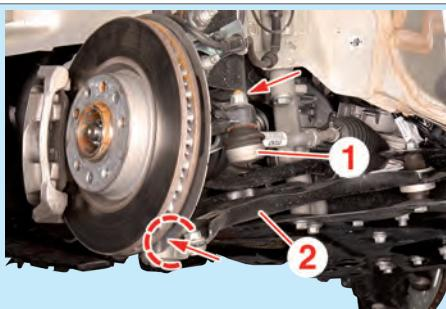
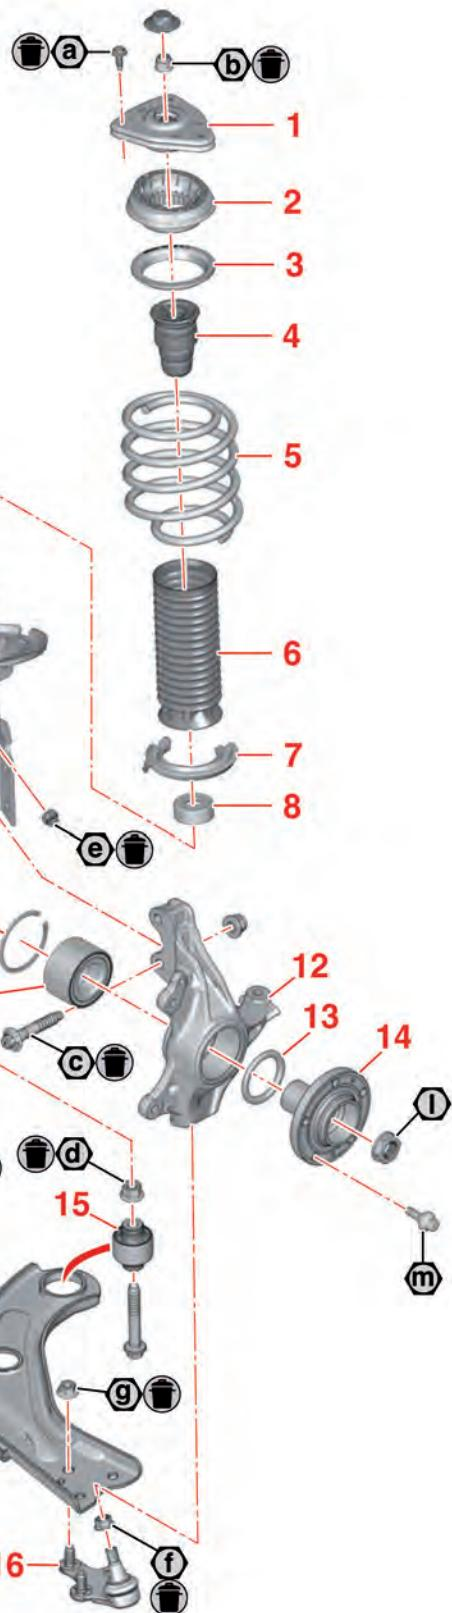

Fig.1
Fig.2
- Désaccoupler (Fig.1) :
- la rotule de direction (1),
- le bras inférieur (2) du pivot.
- Du côté droit, déposer la bride (3) (Fig.2).